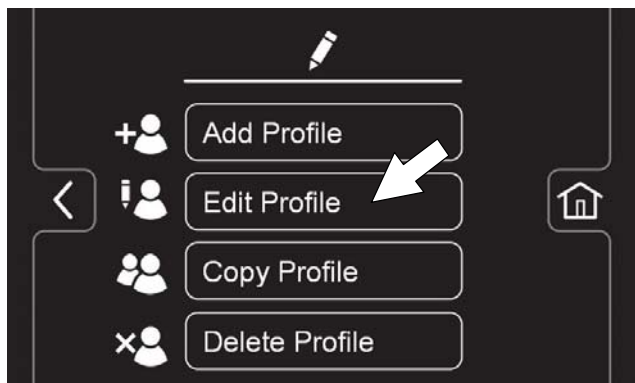

ABB. 178
3. Drücken Sie die Taste zum Bearbeiten von Profilen (Abbildung 178).